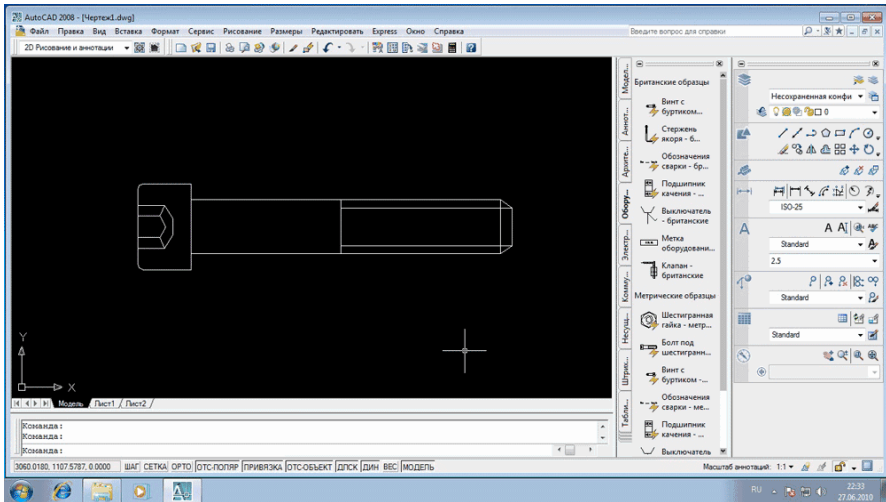

Рис. 3.1. Рабочее окно AutoCAD
На рис. 3.1 представлено рабочее окно AutoCAD так, как оно выглядит на экране монитора. В рабочем окне следует выделить функциональные зоны, из которых оно состоит:
**Панель инструментов.** По умолчанию после установки системы AutoCAD на экране отображаются четыре панели инструментов (см. рис. 3.1):